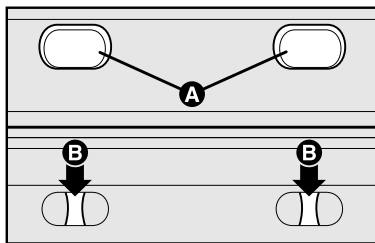
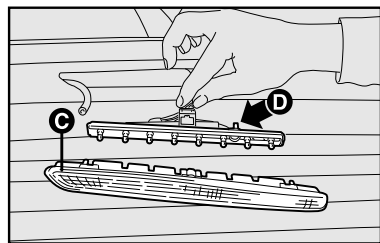

fig. 23
fig. 24
## BRAKE-LIGHT fig. 23 e fig. 24
- remover as tampas **A-fig. 23** de borracha;
- pressionar nos dispositivos de bloqueio **B-fig. 23** e extrair o grupo transparente **C-fig. 24**;
- agindo no sentido contrário às aletas **D-fig. 24** extrair o porta-lâmpadas;